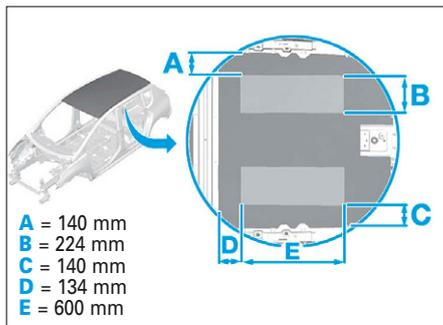

FIG. 128
- Positionner des plaques amortissantes, comme illustré (Fig.128).